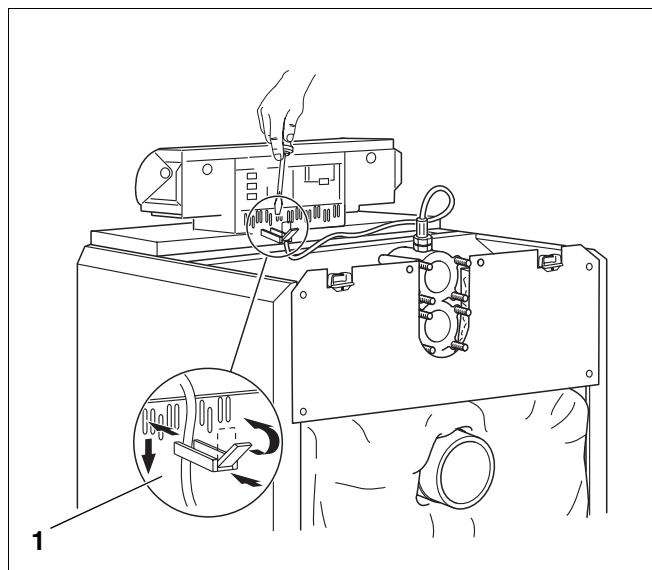

Fig. 47 Fixarea legăturilor electrice
- Colierele cu cablu se introduc în suport și se asigură prin bascularea clapetei (fig. 47, **poz. 1**).